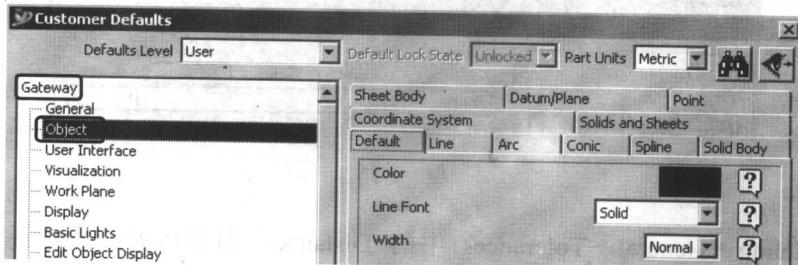

图 1-11
② Gateway→Object，即设置各类体素默认的颜色、线型、线宽等，如图 1-11 所示。